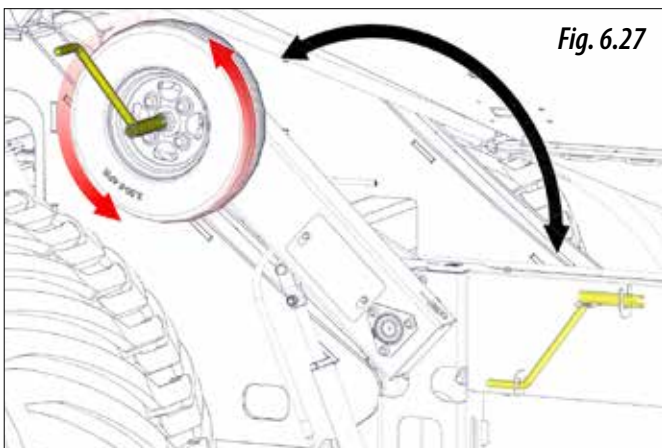

Fig. 6.27
- 4- Faire tourner la transmission de la machine pour vider le doseur de produit (figure 6.27).